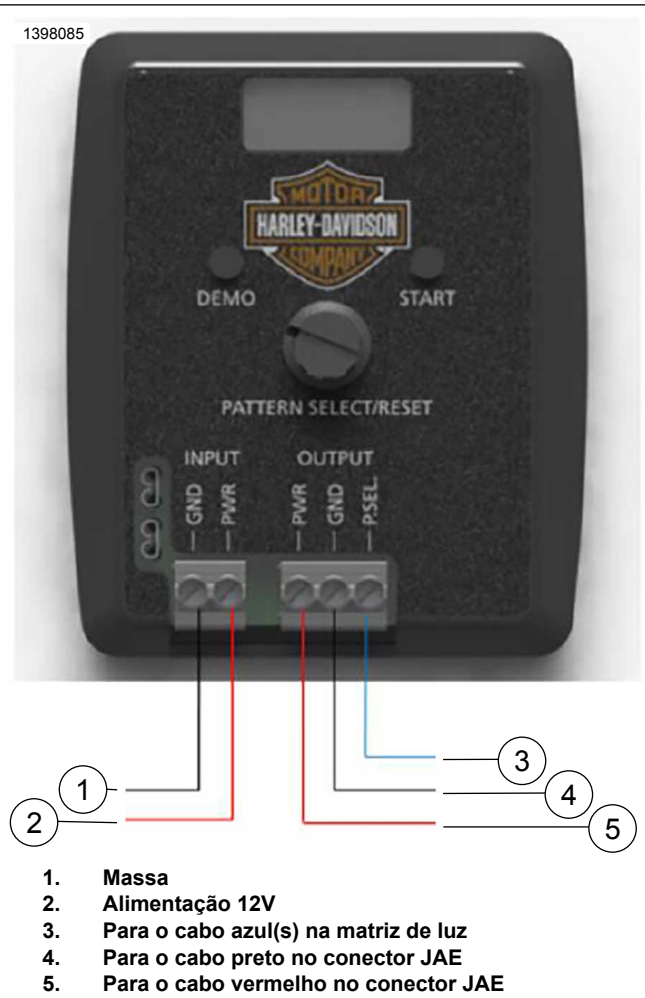

Figura 10. Configuração da Programação do Padrão
1. Ver a Figura 10. Conectar a fonte de alimentação de 12V ao PSCP.
2. Ver a Figura 10. Conectar a luz aos terminais de SAÍDA do PSCP (requer cabo fornecido pelo concessionário).
4. Premir o botão de ARRANQUE (2).